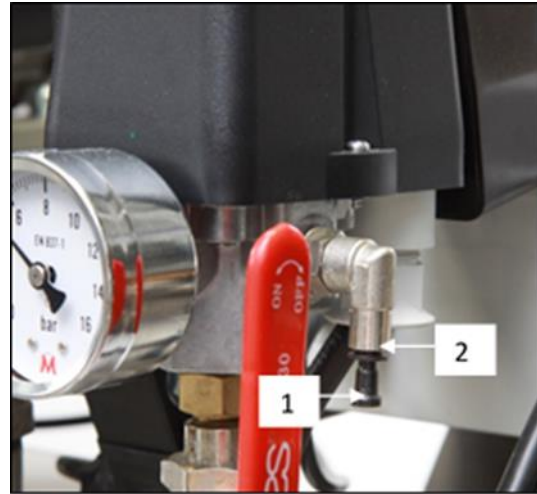

Abb. 15: Verbinden des Gehäuse-Druckmessers mit dem Kompressor
- Überprüfen Sie die Verbindung des Gehäuse-Manometerschlauchs zum Pneumatikblock des Kompressors (Abb. 15).